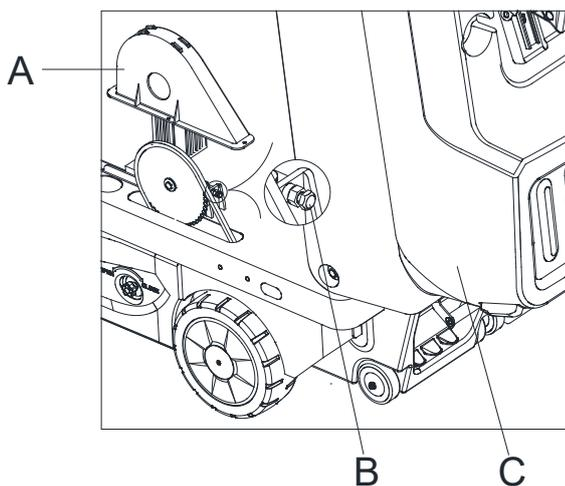

Figura 37
6. Aprire il coperchio (C, Figura 37).
7. Rimuovere il coperchio di protezione della catena (A, Figura 37).
8. Regolare la vite di regolazione della catena (B, Figura 37) per assicurarsi che la catena abbia la tensione adeguata.